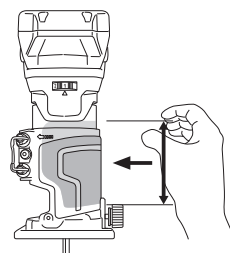

Fig. 29
(1) Garder le foret séparé des pièces et maintenir fermement le corps avant de mettre l'interrupteur en marche. (Fig. 29)